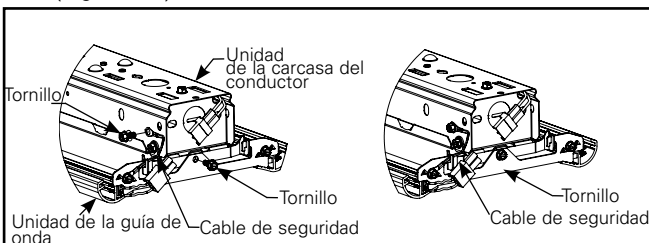

Figura 5.5.
- E. Fije la unidad de la guía de onda a la unidad de la carcasa del conductor con tornillos y cables de seguridad que se proporcionan con el conjunto de la guía de onda utilizando una herramienta de punta larga o de ángulo recto (Figura 5.5).